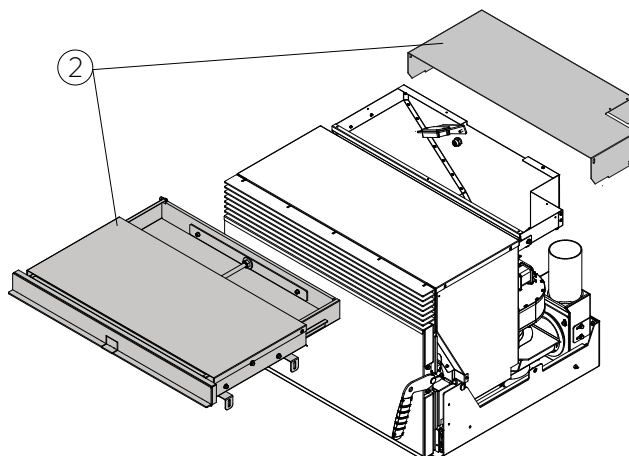

Abb. 6.4.2
- B) Frontladeschublade für die Ausführung mit Frontluftauslass „2“ (Abb. 6.4.2)